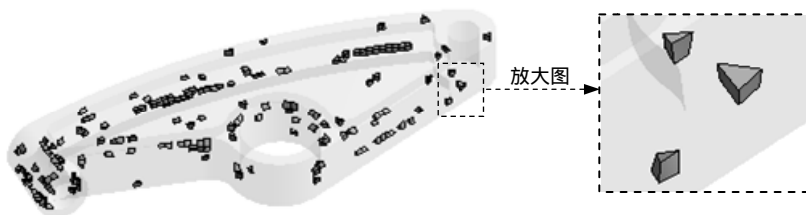

图 4.5.5 棱柱单元
- ◆  Wed15 图例：表示 15 单元节点的棱柱单元，单击图表中对应颜色的柱状图，在图形区显示所有棱柱单元，如图 4.5.5 所示。